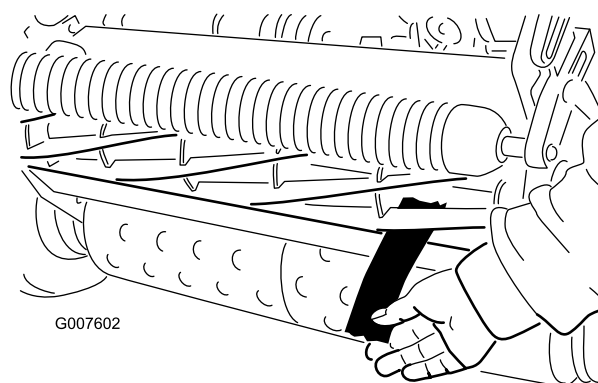

図 46
6. 両側の調整ができれば最終確認を行う：紙片をリールの前から差し込んだ時にははさむだけ、下から差し込むと切れるのが正しい調整である (図 46)。リールと下刃のごくわずかの接触で紙が切れなければいけない。接触を強くしないと切れない (リール回転トルクが 0.79 Nm=7 inch-lb=0.08 kg.m 以上) 場合には、鋭利な刃先を取り戻して精密なカットができるようにバックラップか研磨を行うことが必要； トロ研磨マニュアルを参照。
4. リール前面の左右いずれかの端を選び、リールと下刃の間に、長く切った新聞紙片を差し入れる (図 46)。リールをゆっくり前回転させながら下刃調整ネジを締める (新聞紙を入れた側の調整ネジを、1 目盛りつつゆっくりと)。新聞紙を前から (ベッドナイフの上面